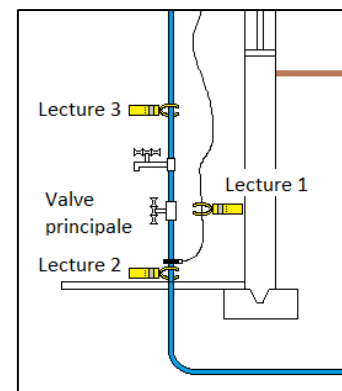

FIGURE 7
10.5 Un électricien effectue une lecture de courant aux trois (3) endroits suivants et inscrit les valeurs sur la **Fiche d'observation Méthode 2** (FIG. 7) :